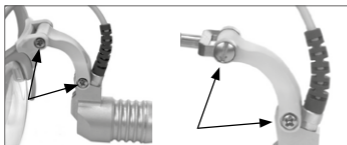

Fig. 13 Apretado de los tornillos
- Para que LED Microlight se mantenga en todas las posiciones de regulación continua posibles, puede que sea necesario apretar los tornillos con un destornillador (ver fig. 13).